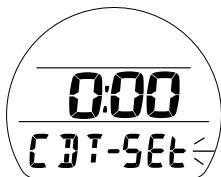

Fig. 95 - STATO CONTO
- Premere il pulsante A (< 2 sec) per scorrere i parametri OFF, ON, SET (Fig. 95).